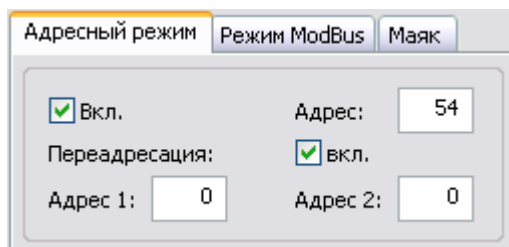

Рис.6.2. Закладка «Адресный режим»
3) *Адресный* (рис.6.2). В данном режиме к каждому отсылаемому пакету радиомодем вначале добавляется байт – «Адрес:». При приёме радиомодемом пакета, настроенного на работу в адресном режиме, радиомодем сравнивает первый байт пакета со своим собственным (заданным) адресом, если он совпадает, то радиомодем транслирует пакет в порт без первого байта (адреса), иначе, модем уничтожает пакет. Если адрес в пришедшем пакете равен 0xFF (широковещательный пакет), то модем так же транслирует пакет в порт без первого байта.